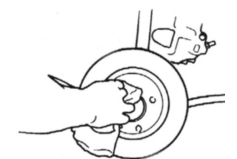

Fig. 4
8. Mit geeignetem Lösungsmittel den Korrosionsschutz von der neuen Bremsscheibe entfernen (bei beschichteten Bremsscheiben nicht nötig); dabei darauf achten, dass die Einbaufäche schmutz- und gratfrei ist (Fig. 4).